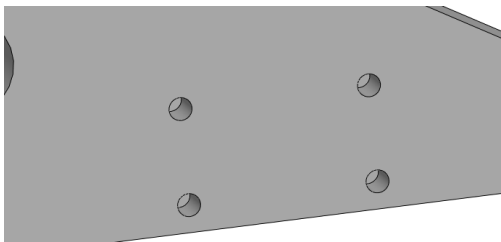

图 14-64 创建拉伸切除特征
(21) 退出草图绘制环境, 弹出【切除-拉伸】属性管理器, 设置【深度】为 11, 单击【确定】按钮, 即可创建拉伸切除特征, 效果如图 14-64 所示。